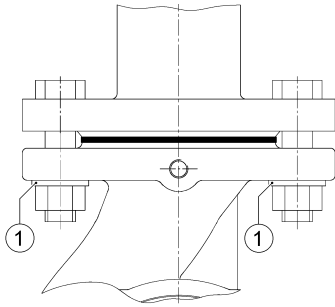

Fig. 12: Montaż z kołnierzem kombinowanym
- Między główką śruby/nakrętki a kołnierzem kombinowanym należy użyć załączonych podkładek (rys. 12, poz. 1).